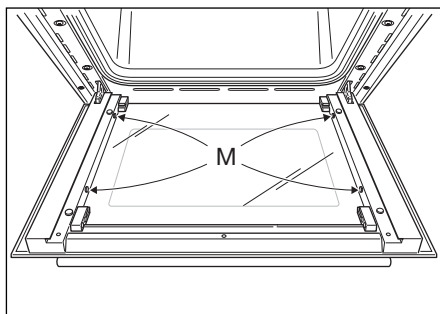

Figura 46a
- Assicurarsi che i quattro tamponi di gomma siano in posizione ("M" nella figura 46a).